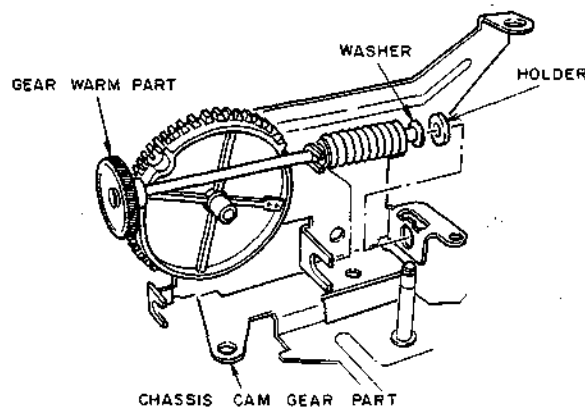

Fig. 4-6
2) Install the GEAR WARM PART as shown in Fig. 4-6.
2) Poser le engrenage à vis sans fin (GEAR WARM PART) de la manière illustrée à la Fig. 4-6.